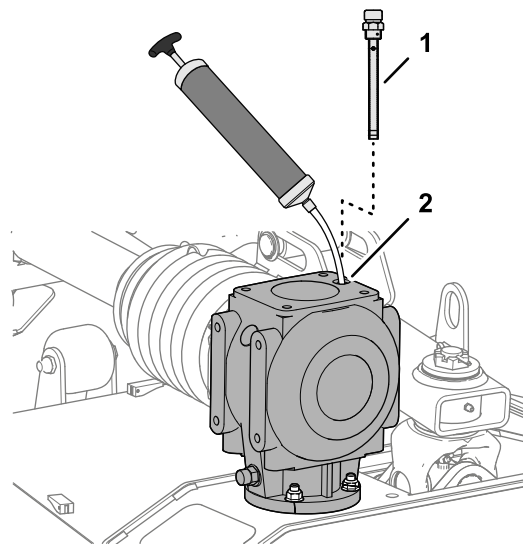

Рисунок 56
- Извлеките щуп из верхней части редуктора (Рисунок 56).
- С помощью всасывающего насоса удалите рабочую жидкость из редуктора через отверстие для масломерного щупа (Рисунок 56).